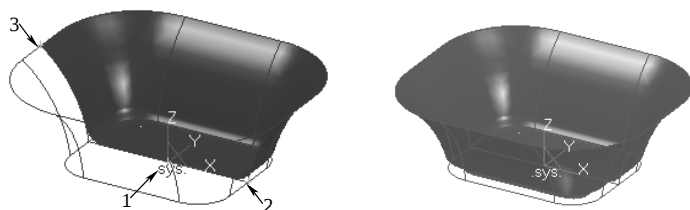

图 6-72 镜像曲面
11) 选择下拉菜单“造型”→“几何变换”→“镜像”命令，或者单击“几何变换”工具栏上的“镜像”按钮，在立即菜单中选取“复制”，拾取镜像平面上的第一点、第二点、第三点，拾取所有曲面为镜像元素，单击右键确认，镜像完成，如图 6-72 所示。